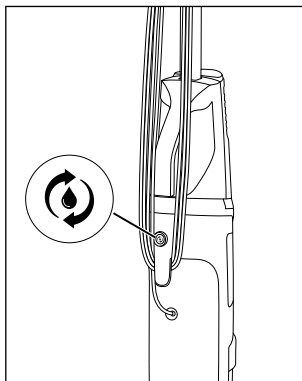

Fig. 32
- ◆ Tryk på kontakten selvrensning **19** (se fig. 32).